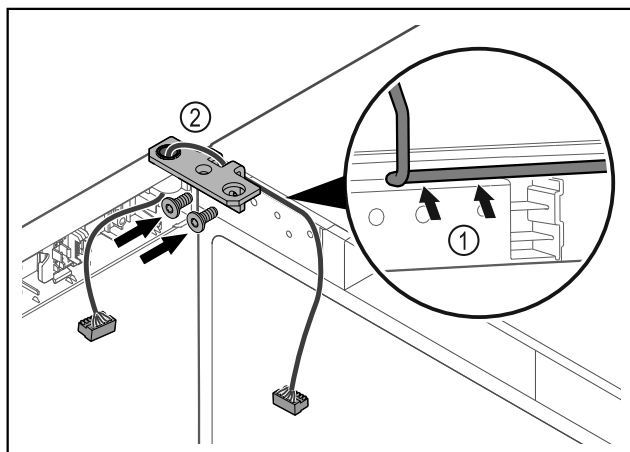

Fig. 58
- Før kabelen forsiktig gjennom åpningen i hengselvinkelen, og legg den omhyggelig på plass Fig. 58 (1).
- Skru på hengselvinkelen Fig. 58 (2).